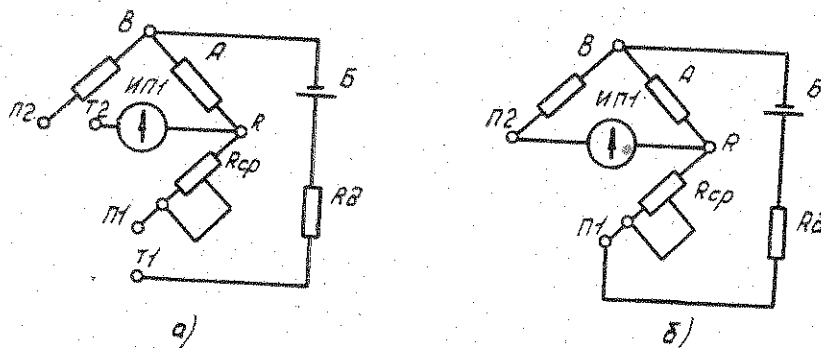

Рис. 5.
4. 8. Схема электрическая принципиальная моста постоянного тока для измерения сопротивления от 10^{-4} до $10^2 \Omega$ (четырёхзажимная схема подключения) приведена на рис. 5 а, а для измерения сопротивлений от 10^2 до $10^6 \Omega$ (двухзажимная схема подключения) — на рис. 5 б.